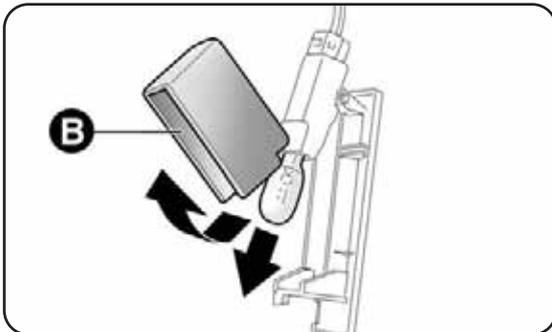

fig. 34
- abrir a protecção B-fig. 34 e substituir a lâmpada;